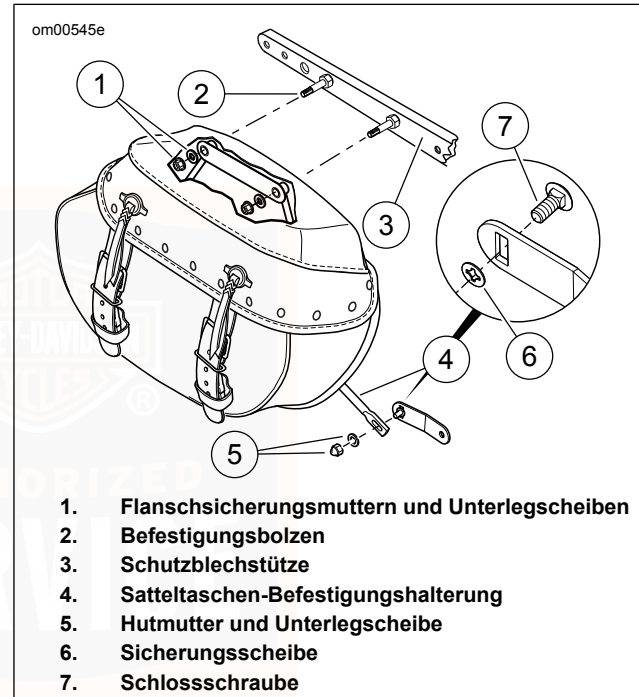

Abbildung 31. Satteltaschen-Baugruppe: FLSTC
1. Siehe Abbildung 31. Die Satteltaschen-Halteriemen lösen.
2. Mit einer Hand die Satteltasche halten und mit der anderen Hand die Flanschsicherungsmuttern und Unterlegscheiben (1) von den Satteltaschen-Befestigungsbolzen (2) entfernen.
3. Die Hutmutter und die Unterlegscheibe (5) entfernen und die Satteltasche von der Satteltaschen-Befestigungshalterung (4) abnehmen.
4. Wenn das Motorrad ohne Satteltaschen gefahren wird, die Nylon-Sicherungsscheibe (6) sowie die Schlossschraube (7) von der Satteltaschen-Befestigungshalterung entfernen und aufbewahren.
1. Siehe Abbildung 31. Falls entfernt, die Schlossschraube der Satteltaschenhalterung (7) und die Sicherungsscheibe (6) wieder anbringen.
3. Die Befestigungsbolzen (2) durch die Befestigungslöcher der Satteltasche schieben.
- a. Die Flanschsicherungsmuttern und die Unterlegscheiben (1) anbringen.
- b. Die Sicherungsscheibe und die Hutmutter (5) auf der Satteltaschen-Befestigungshalterung anbringen.